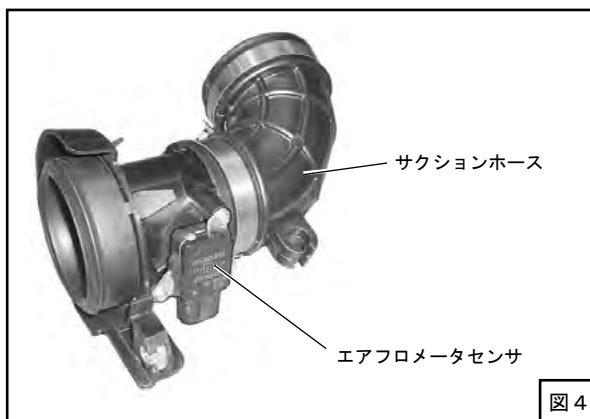

図4
- (6) サクションホースからエアフロメータセンサを取外してください。(図4)